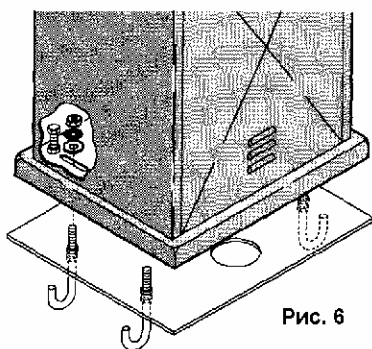

Рис. 6
- Снимите кожух, открутив два болта, разместите привод на закрепленной пластине основания в соответствии с рис. 6 при помощи крепежа из комплекта. Проконтролируйте параллельность привода и створки;
Законтрите 4 гайки крепления редуктора рис. 6.